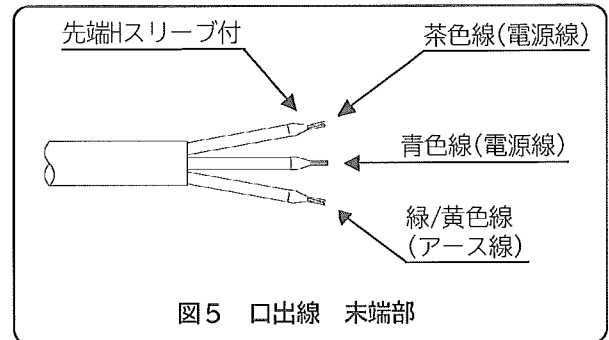

図5 口出線 末端部
1. 投光器の口出線(3心キャブタイヤケーブル)に接続する配線は、クロロブレンキャブタイヤケーブルと同等以上の性能を有するケーブルを使用し、投光器からの口出線の茶色、青色に電源を結線してください。(図5)